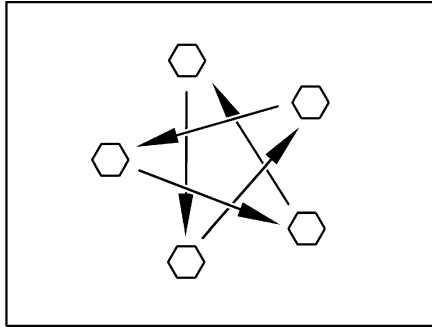

Bild 177 Radmuttern oder Radschrauben über Kreuz anziehen
- Radmuttern oder Radschrauben regelmäßig auf festen Sitz prüfen. Radmuttern oder Radschrauben eines ausgewechselten Rades nach 50 km über Kreuz nachziehen (Bild 177). Anziehdrehmoment siehe Abschnitt 14.5.2.
- ▷ Radmuttern oder Radschrauben über Kreuz anziehen (Bild 177).